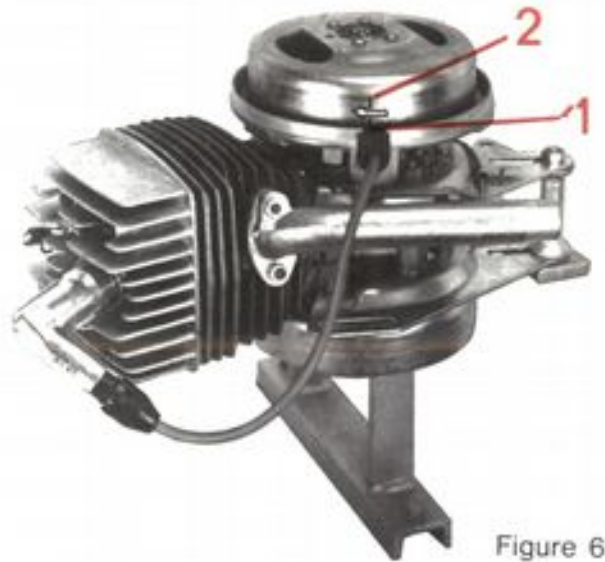

Figure 6
- Sans déplacer le piston, mettre en place le rotor, repères du rotor (2) et du stator (1) en regard (figure 6).